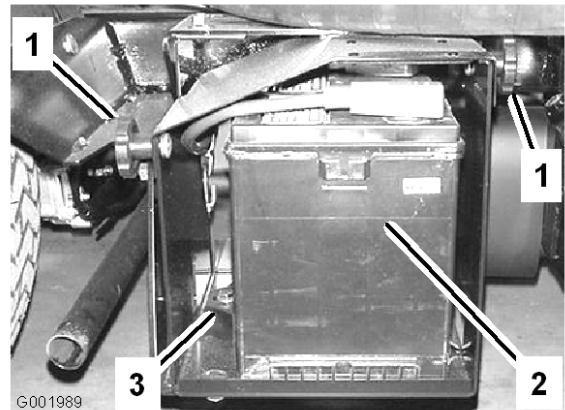

Figure 55
- Desserrez les boutons sur les côtés du bac de la batterie et enlevez le couvercle de la batterie (Figure 55).
5. Retirez le dispositif de retenue et les fixations de la batterie (Figure 55).
2. Posez le dispositif de retenue de la batterie et serrez-le avec les fixations retirées précédemment (Figure 55).
4. Posez le couvercle de la batterie et fixez-le à l'aide des 2 boutons (Figure 55).
1. Desserrez les boutons sur les côtés du bac de la batterie et enlevez le couvercle de la batterie (Figure 55).